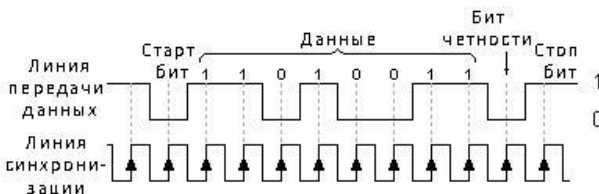

Рис. 5.1. Временная диаграмма передаваемых данных
Структура данных, передаваемых по протоколам RS-485/422, идентична протоколу RS-232. На рис. 5.1 показана структура передаваемых данных со синхронизирующим тактовым сигналом. В
2. Поясните временную диаграмму сигналов рис. 5.1.